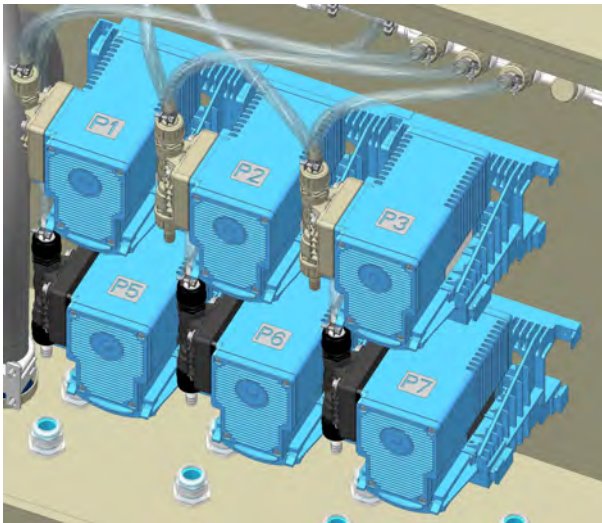

Abb. 6: Produktzuordnungen
- 1.** Führen Sie die Schläuche der jeweiligen Produktausgängen durch die Zugentlastungsverschraubungen (Abb. 6, Pos. 1).
- 2.** Schließen Sie die Schläuche an die entsprechenden Schlauchnippel (Abb. 6, Pos. 2) der Pumpen (Abb. 6, Pos. 3) mit den beiliegenden Schlauchschellen an.